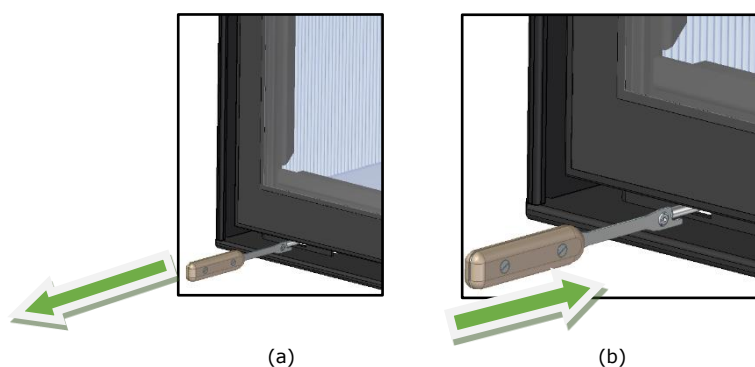

Figura 6 – a) Abrir registo de ar, b) Fechar registo de ar
- Para abrir - Puxar o regulador com a chave que vem no equipamento, para maior rendimento e maior consumo de lenha, ver Figura 6.
Deste modo também cria um efeito de lavagem por alta velocidade do ar pré-aquecido sobre toda a superfície interior do painel de vidro, ajudando a manter o vidro limpo durante mais tempo, ver Figura 6